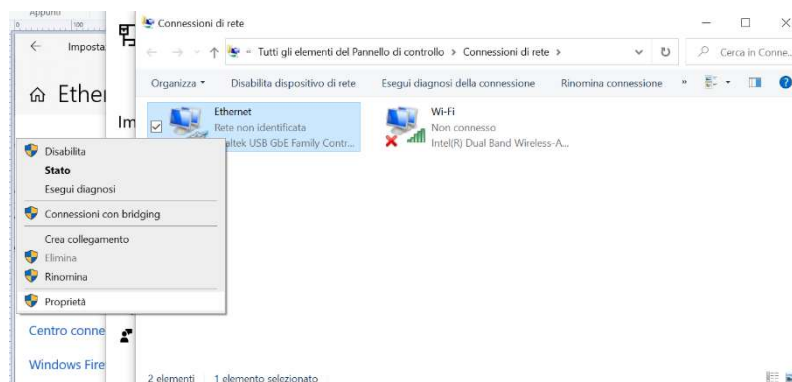

Fig.5
5. Cliccare su "Modifica opzioni scheda". Comparirà una scheda con tutte le risorse di rete (Fig.5).